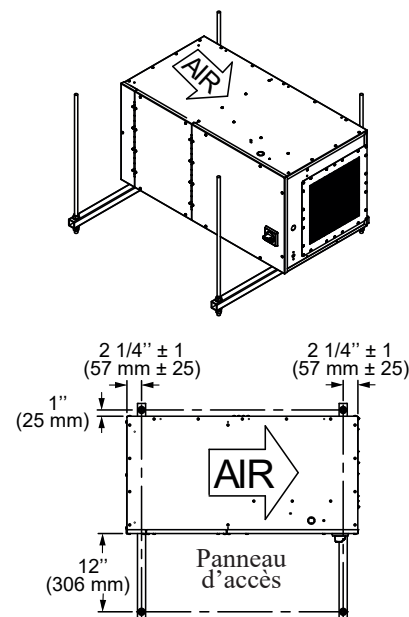

Figure 4
- 6- Cet appareil est approuvé dégagement zéro mais il est recommandé de l'installer selon les dégagements minimums indiqués (Figure 4) pour garder l'accès au panneau d'accès de côté.
- 4- Cet appareil est approuvé dégagement zéro mais il est recommandé de l'installer selon les dégagements minimums indiqués (Figure 4) pour garder l'accès au panneau de côté.